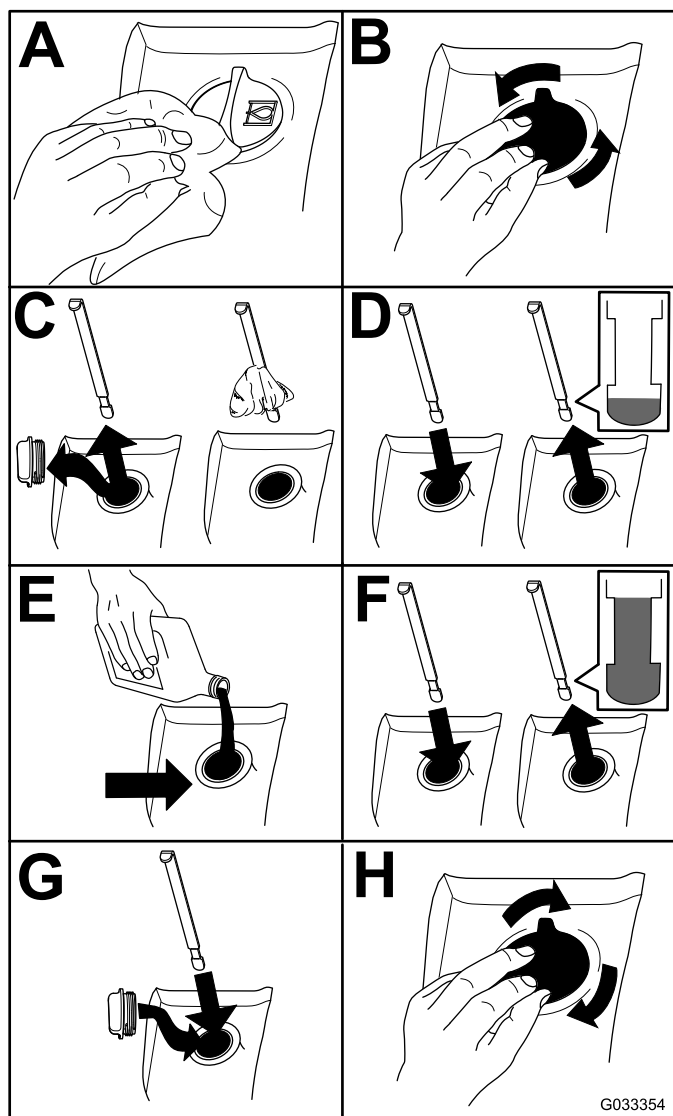

Figure 71
2. Contrôlez le niveau du liquide hydraulique (Figure 71).